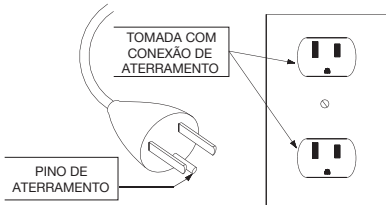

FIGURA 4
- 5.4 O cabo elétrico com plug, como mostrado na Figura 4, 3 pinos, tome cuidado para que seja conectado a uma tomada com a mesma configuração do plugue. Adaptadores não deverão ser utilizados.